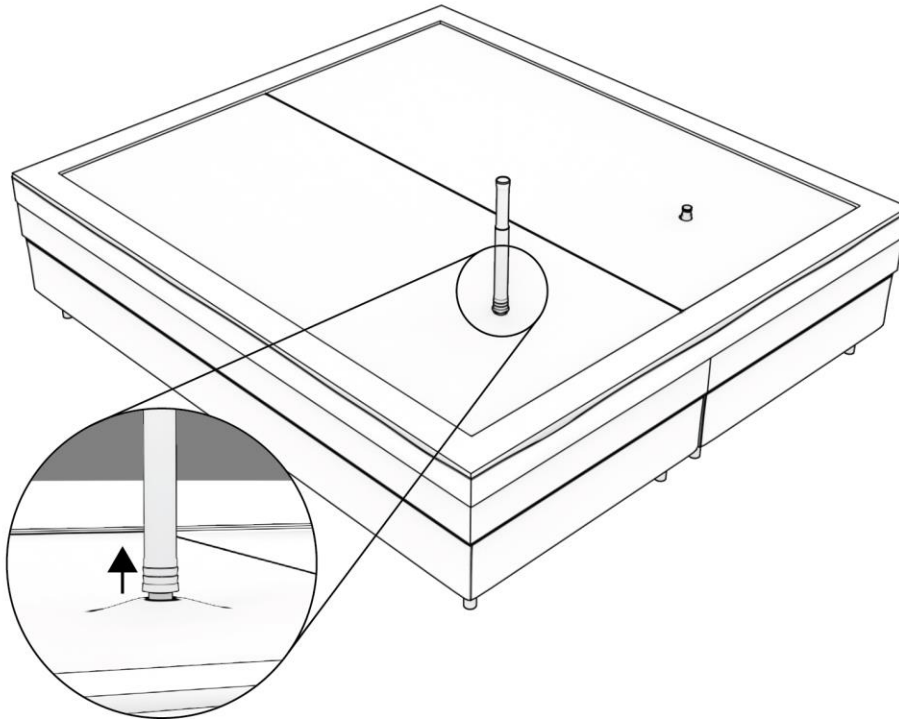

Abbildung 16: Die letzte Luft mit der Entlüftungspumpe aus der Matratze pumpen.
Schritt 18. Um die letzte Luft aus der Wassermatratze zu entfernen, schließen Sie die Entlüftungspumpe an die Einfüllöffnung an. Ziehen Sie die Verschlusskappe und die Pumpe etwas hoch, wie in Abbildung 16